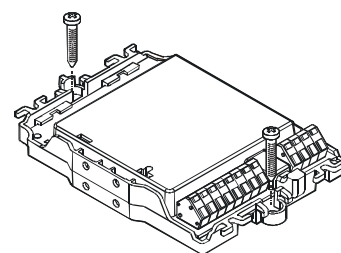

Fig. 2
- On a plane surface (Fig. 2)
5. Use two M3 x 12 screws to fit the module in the housing (Fig. 2).
1. Secure input module with two screws on a plane surface (Fig. 2).
- Auf einer planen Oberfläche (Fig. 2)
5. Montieren Sie den Baustein mit zwei Schrauben M3 x 12 im Gehäuse (Fig. 2).
1. Befestigen Sie den Eingabebaustein mit zwei Schrauben auf einer planen Oberfläche (Fig. 2).
- Sur une surface plane (fig. 2)